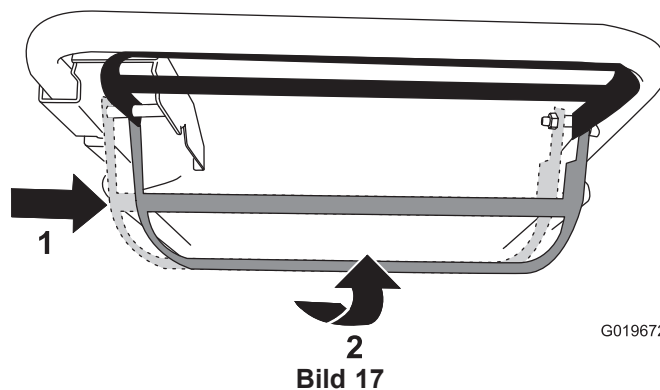

Bild 17
- **Verwenden des Selbstantriebs und Einkuppeln der Messer:** Schieben Sie den Schaltbügel ganz nach rechts und drücken Sie ihn zum Holm (Bild 17).